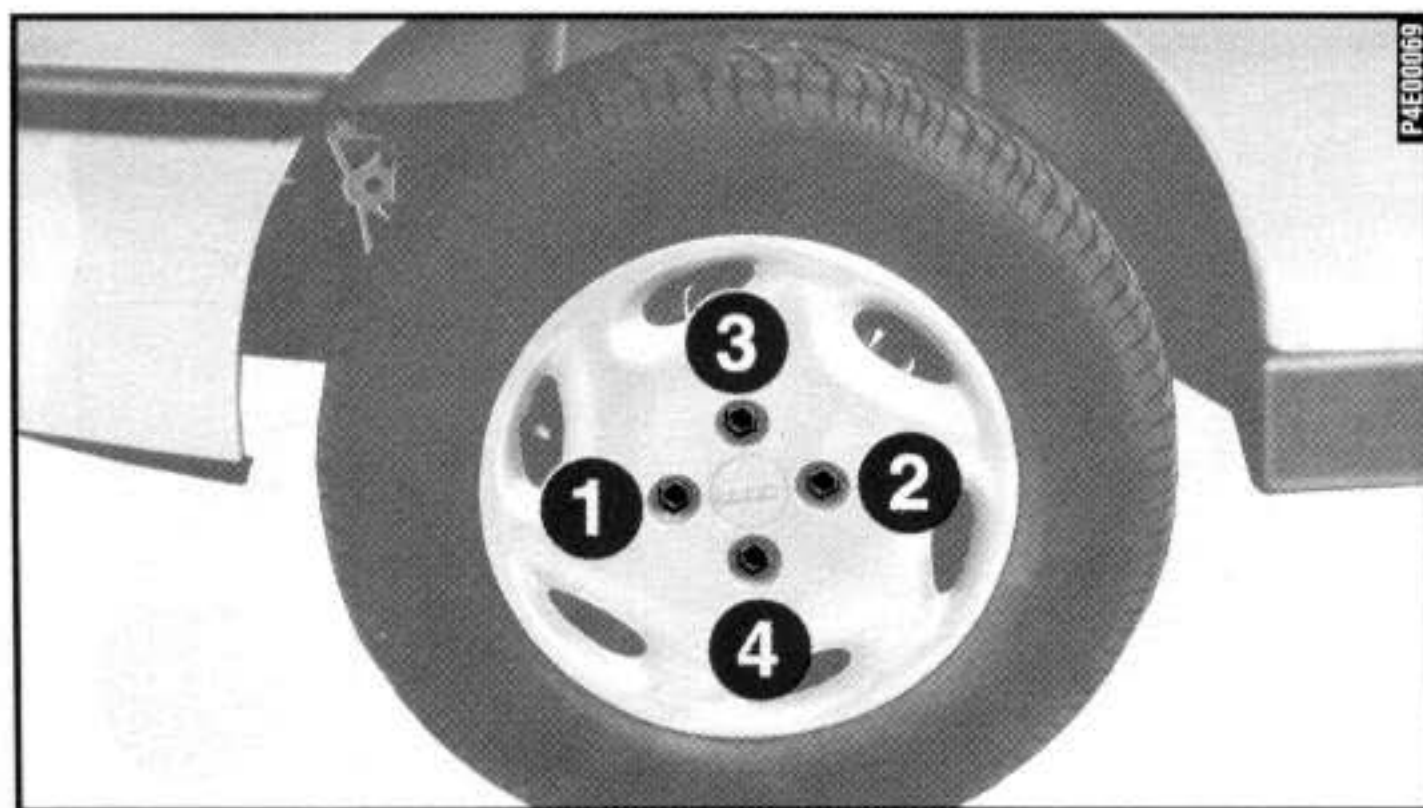

fig. 9
13) Apertar bem os parafusos, passando alternadamente de um parafuso ao outro diametralmente oposto, de acordo com a ordem ilustrada na **fig. 9**.